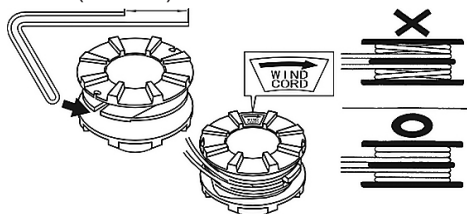

Рис. 18 Намотка корда
4. Отрежьте корд длиной примерно 5 м. Сложите его вдвое и выровняйте концы. Зацепите изогнутую часть за паз промежуточного разделителя катушки (Рис. 18).
5. Плотной намотайте корд на катушку в соответствии с направлением намотки, указанным стрелкой (Рис. 18).